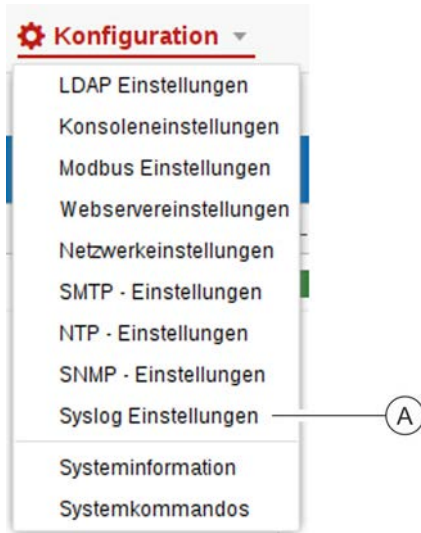

Abb. 237: Syslog-Einstellungen aufrufen
1. ➔ Über „Konfiguration → Syslog-Einstellungen“ die Syslog-Einstellungen aufrufen (Abb. 237/A).